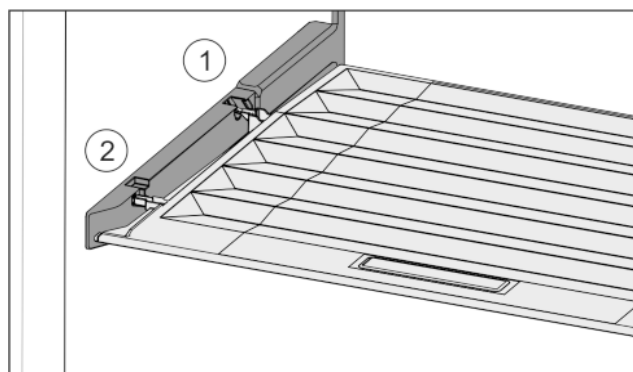

Fig. 33
- Inserire le nervature del coperchio attraverso l'apertura del supporto posteriore Fig. 33 (1) e innestare anteriormente nel supporto Fig. 33 (2).